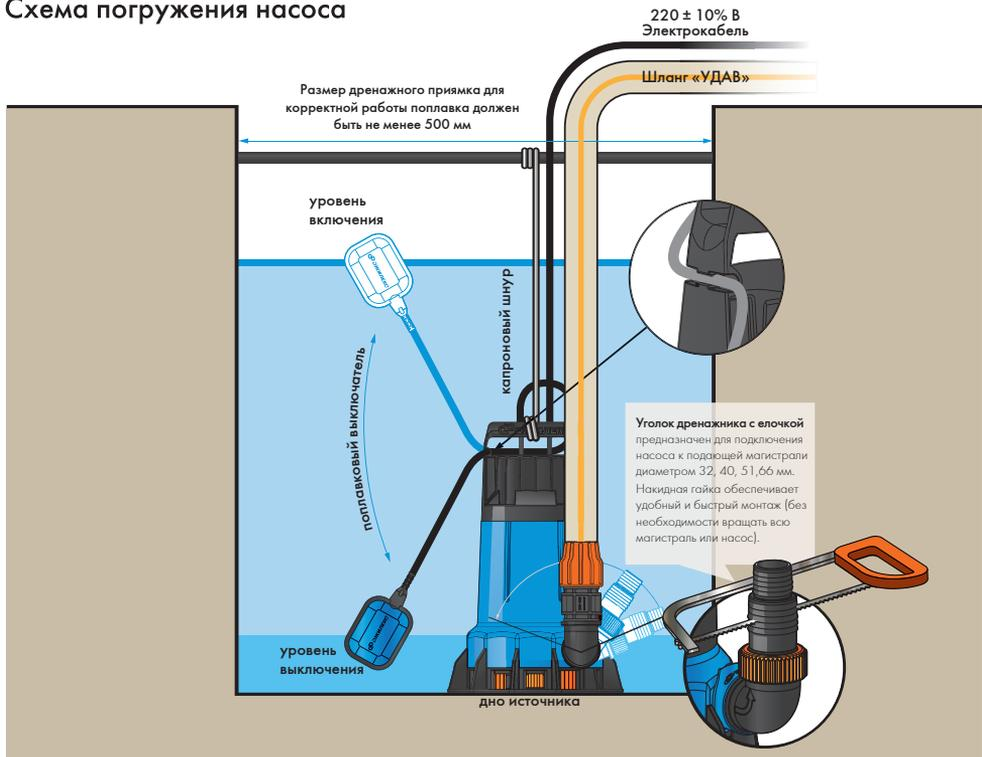

Рисунок 4 (на примере изображен насос «ДРЕНАЖНИК» 350/17).
- Проверьте отключение насоса в нижнем положении поплавкового выключателя. Отрегулируйте длину шнура (рисунок 4).
- Подсоедините напорную магистраль. При временной установке используйте гибкие шланги\*, при постоянной — полиэтиленовые трубы (ПНД)\*. Перед присоединением шланга удалите неиспользуемую часть штуцера (рисунок 4).